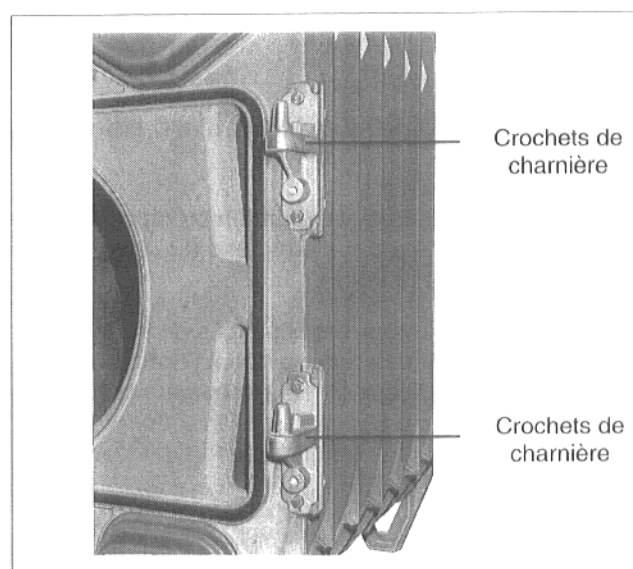

Fig. 26
- Visser les crochets de charnière à l'élément de façade conformément à la Fig. 26 (butée à droite), avec deux vis d'assemblage M 12 x 55. Pour la butée à gauche, visser à gauche.